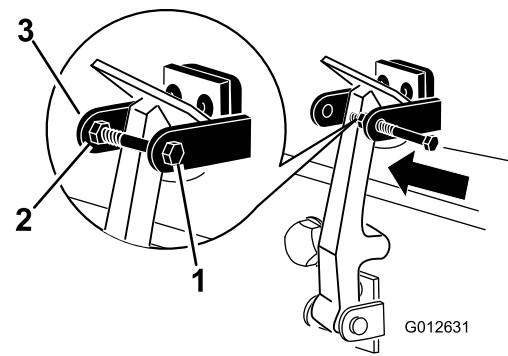

Bild 8
8. Setzen Sie die Schraube in den anderen Arm der Halterung des Motorhaubenriegels, um den Riegel zu arretieren (**Bild 8**). Ziehen Sie die Schraube (nicht die Mutter) an.